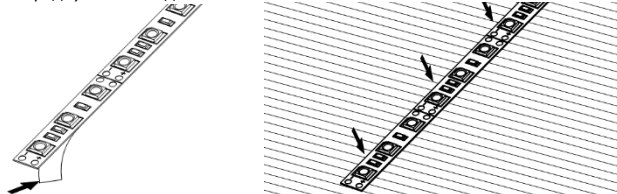

Рисунок 7.
5.12. Подготовьте необходимый отрезок ленты. Удалите защитную пленку с поверхности клейкой ленты. Приклейте ее на место установки. Проклейка ленты должна быть равномерной (см. Рисунок 7).